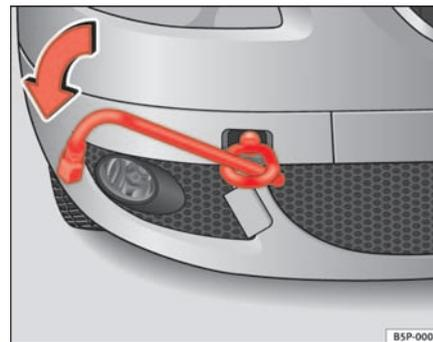
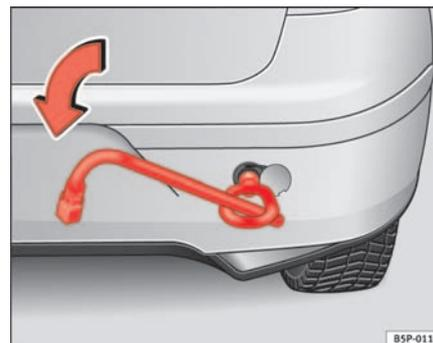

Fig. 194 Atornillado de la argolla de remolque en la parte delantera derecha del vehículo
Fig. 195 Atornillado de la argolla de remolque en la parte trasera del vehículo
- Atornille la argolla hasta el tope hacia la *izquierda*, en el sentido que indica la flecha, tanto en la parte delantera ⇒ página 265, fig. 194, como en la trasera ⇒ página 265, fig. 195.